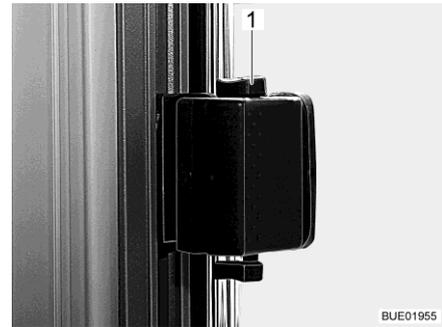

Fig. 104 Finestra scorrevole, sbloccata
- Spingere il chiavistello (Fig. 104,1) verso l'alto.